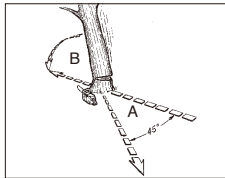

Fig. 11A
**⚠ADVARSEL:** En rømningsbane (A) bør planlegges og ryddes som nødvendig før kutting startes. Rømningsbanen bør strekke bakover og diagonalt til baksiden av det forventede fallområdet, som illustrert i Fig. 11A.
**MERK:** Fallretningen (B) kontrolleres av styreskåret. Før noen kutt gjøres, må du vurdere plasseringen av større grener og hvordan treet lener seg naturlig for å fastslå hvordan treet vil falle.
**⚠ ADVARSEL:** Etter hvert som hovedskåret kommer nært til hengelsen, bør treet begynne å falle. Når treet begynner å falle, må du fjerne saken fra skåret, stoppe motoren, sette ned motorsagen, og forlate område langs rømningsbanen (Fig. 11A).